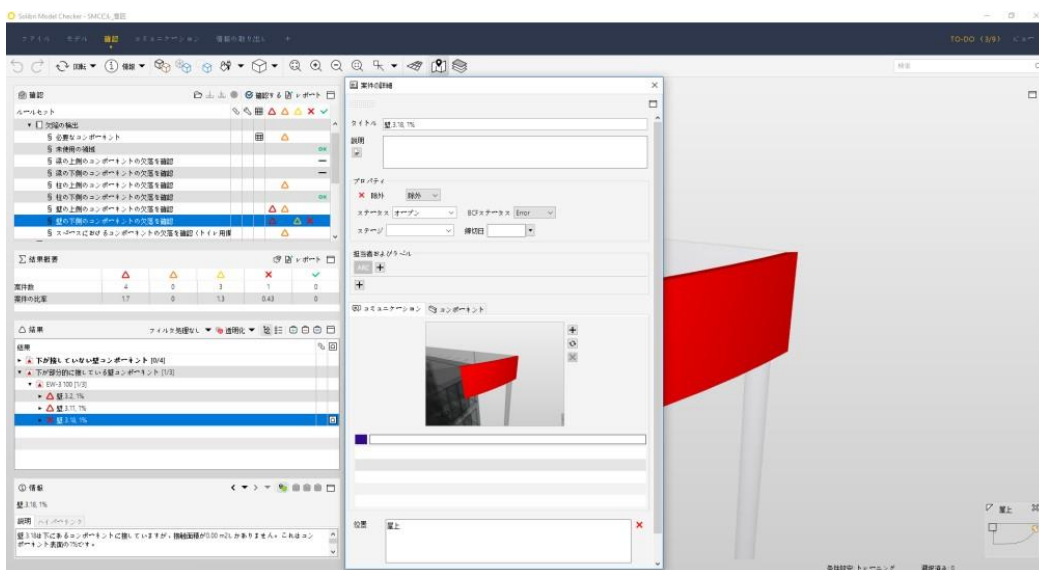

図 57. 案件の詳細ウィンドウ
- ⑫ 結果ビューから「壁 1.18」の結果を選択し、左側の列の箇所をダブルクリックします。「案件の詳細」ポップアップウィンドウが表示されます。通常、見つかった案件は「除外」とみなされ、入力されたコメントに従って、解決しなければなりません。
- ⑬ 案件の詳細のウィンドウのコメント欄に「この壁はきちんとサポートされていない。構造エンジニアに相談すること」と入力します。(図 57 を参照)